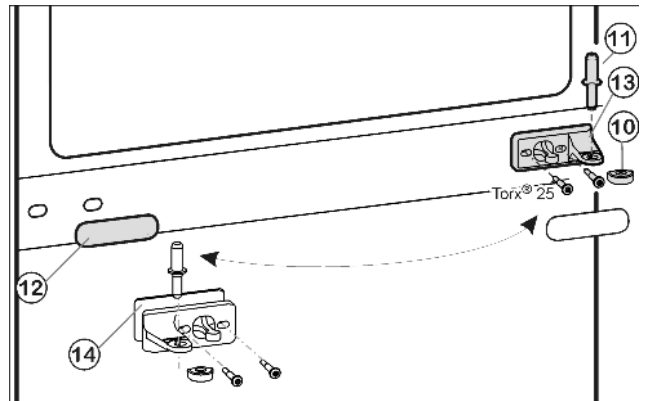
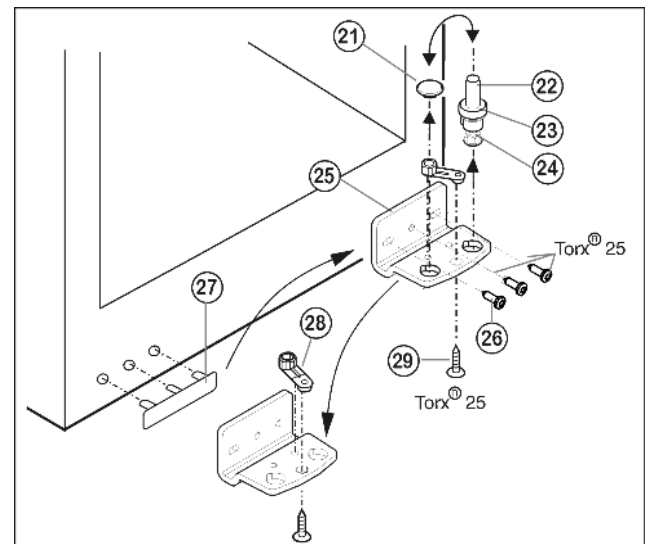

Fig. 9
Fig. 10
- ▶ Lagerbolzen Mitte Fig. 9 (11) aus dem Lagerbock und der unteren Tür herausziehen.
- ▶ Kunststoffkappe Fig. 9 (10) abziehen.
- ▶ Lagerbock Mitte Fig. 9 (13) abschrauben (2 mal Torx® 25).
- ▶ Abdeckblende Fig. 9 (12) vorsichtig abziehen.
- ▶ Lagerbock Mitte Fig. 9 (13) mit Unterlage Fig. 9 (14) um 180° gedreht auf die neue Scharnierseite fest (mit 4 Nm) anschrauben.
- ▶ Abdeckblende Fig. 9 (12) um 180° gedreht auf der neuen Griffseite wieder aufrasten.
- ▶ Lagerbolzen Fig. 10 (22) komplett, mit Scheibe Fig. 10 (23) und Stellfuß Fig. 10 (24), nach oben herausziehen.
- ▶ Stopfen Fig. 10 (21) abheben.
- ▶ Lagerbock Fig. 10 (25) abschrauben Fig. 10 (26).
- ▶ Lagerteil Fig. 10 (28) abschrauben Fig. 10 (29) und in das gegenüberliegende Aufnahme Loch des Lagerbocks umsetzen, wieder festschrauben.
- ▶ Griffseitige Abdeckung *Fig. 10 (27)* vorsichtig abheben und auf die Gegenseite umsetzen.
- ▶ Lagerbock *Fig. 10 (25)* auf der neuen Scharnierseite ggf. mit Hilfe eines Akkuschraubers **fest (mit 4 Nm)** wieder anschrauben.
- ▶ Stopfen *Fig. 10 (21)* in das andere Loch wieder einsetzen.
- ▶ Lagerbolzen *Fig. 10 (22)* komplett, mit Scheibe und Stellfuß, wieder einsetzen. Dabei darauf achten, dass der Rastnocken nach hinten zeigt.
- ▶ Untere Tür von oben auf Lagerbolzen unten *Fig. 10 (22)* aufsetzen.
- ▶ Die Kunststoffkappe *Fig. 9 (10)* wieder auf den Lagerbock Mitte *Fig. 9 (13)* aufsetzen.
- ▶ Lagerbolzen Mitte *Fig. 9 (11)* auf der neuen Scharnierseite durch den Lagerbock Mitte *Fig. 9 (13)* in die untere Tür einsetzen.
- ▶ Obere Tür auf den Lagerbolzen Mitte *Fig. 9 (11)* setzen.
- ▶ Die Türen eventuell über die beiden Langlöcher im Lagerbock unten *Fig. 10 (25)* und Lagerbock Mitte *Fig. 9 (13)* fluchtend zum Gerätegehäuse ausrichten. Dazu mittlere Schraube im Lagerbock unten *Fig. 10 (25)* herausdrehen.